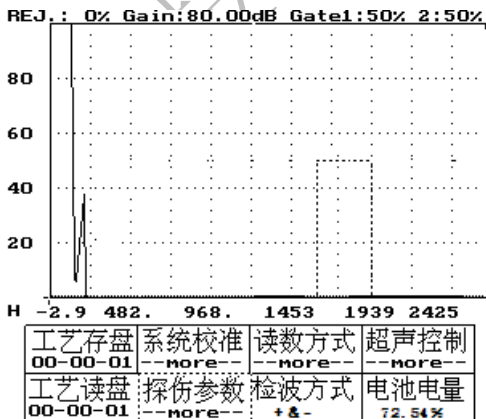

图 1-2
- 2、按方向键——将虚框移到探伤参数功能上，如图 1-2 所示。
2. 按方向键——将虚框移到探伤参数功能上，如图 1-2 所示。